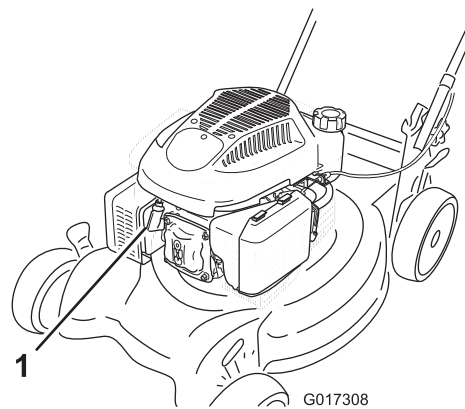

Figure 21
3. Débranchez la bougie (Figure 21) avant de procéder à un quelconque entretien.